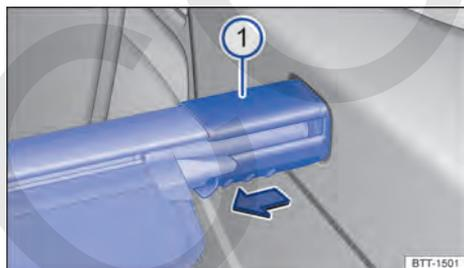

Fig. 185 En el maletero: desmontar la cubierta del maletero.
- Presione el soporte de la cubierta → fig. 185 ① en el sentido de la flecha y manténgalo en esta posición.
- Suelte el soporte de la cubierta → fig. 185 ①.